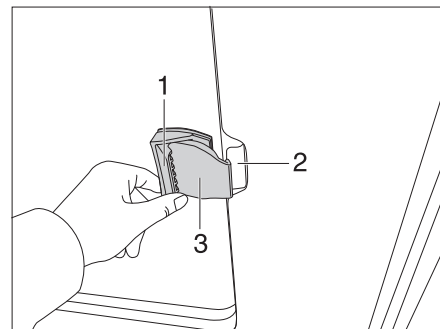

Fig. 69 Ventana corredera sin bloqueo
- Tirar de la trampa de tirador (Fig. 69,1) empujando o tirando del tirador al mismo tiempo hacia delante.